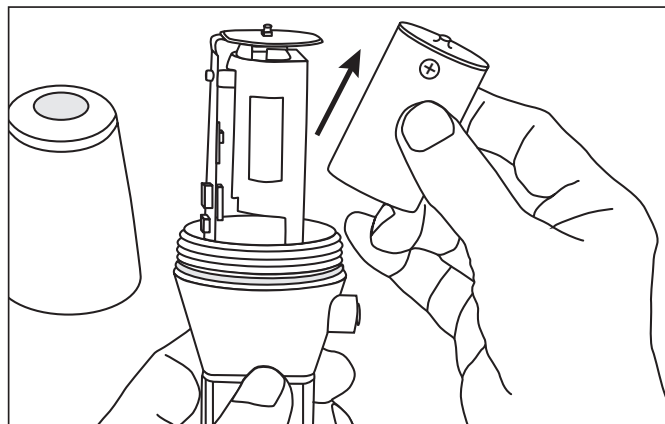

Figura 5
5. Inserire la batteria nuova con il polo positivo rivolto verso l'alto (vedere la figura 5). Sostituire solo con batterie Chesterton, articolo numero 403683.